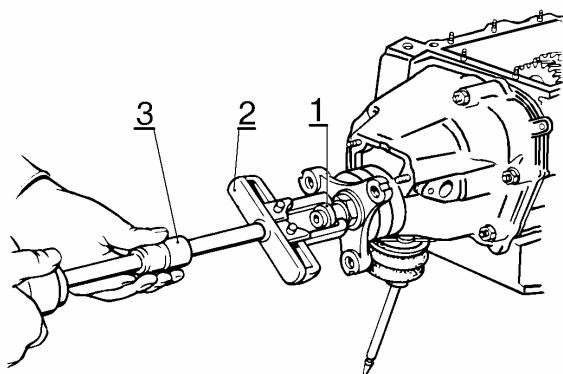

Рис.12. Снятие центрирующего кольца с конца вторичного вала:
- снять центрирующее кольцо 1, рис.12, с конца вторичного вала КП (съемник А.40005/4, выталкиватель А.40006/1);